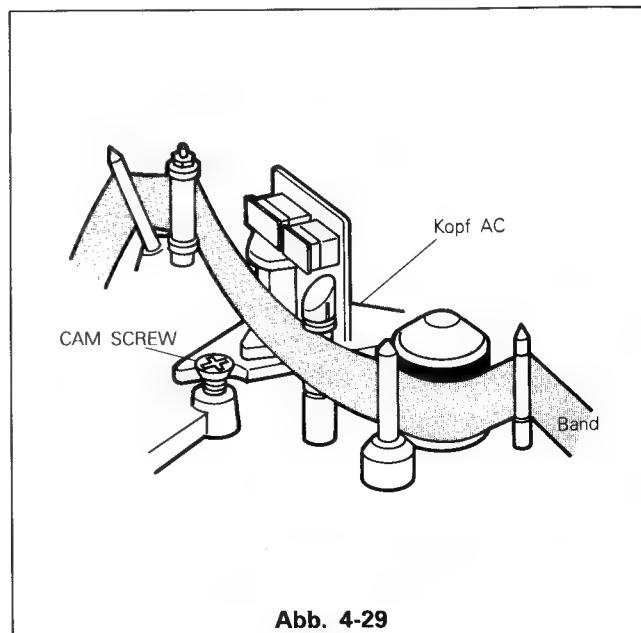

Abb. 4-29
- (1) Mit Testkassette Grautreppe wiedergeben.
- (2) Das Oszilloskop mit dem Anschluß TP-2C (PB FM OUT) auf der SIGNAL-Schaltplatine verbinden.
- (3) Das Oszilloskop mit dem FF-Impuls vom TP-2H PCB SIGNAL-extern triggern.
- (4) Den Trackingregler in die Einrastposition stellen.
- (5) Die Phaseneinstellmutter (CAM SCREW) entsprechend Abb. 4-29 drehen und den FM-Ausgangspegel maximal einstellen.
- (6) Den Trackingregler drehen und kontrollieren, daß der FM-Ausgangspegel in der mittleren Einrastposition dieses Schalters maximal ist.